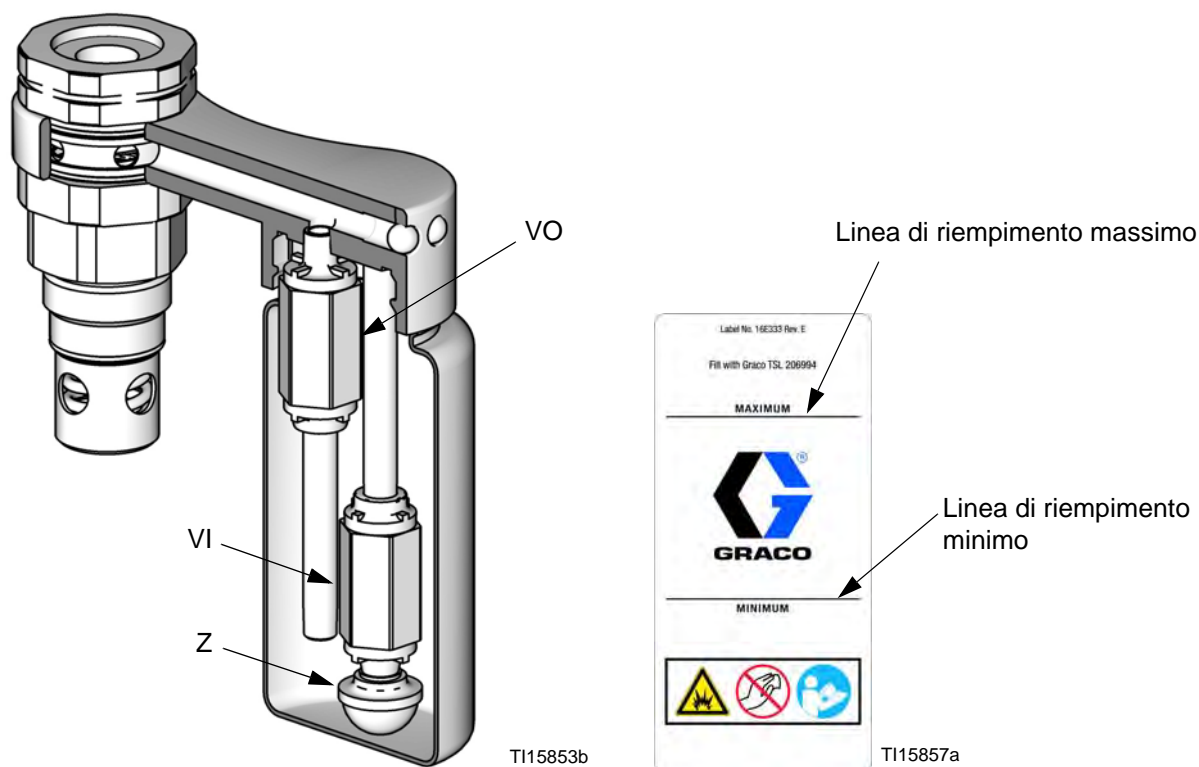

FIG. 3. Sezione del serbatoio TSL e linee di riempimento
1. Riempire il serbatoio TSL fino alla linea di riempimento massima con il liquido della guarnizione della ghiera (TSL). Vedere FIG. 3 a pagina 12.
3. Pulire la protezione (Z) della valvola di controllo di ingresso (VI). Se le valvole di controllo non tengono e il TSL sporco entra nella coppa di umidificazione, sostituire le valvole di controllo (VI, VO). Vedere la FIG. 3.